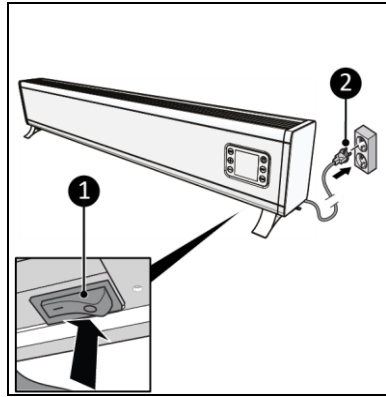

Abbildung 12
2. Stellen Sie sicher, dass sich der EIN/AUS-Schalter in der AUS-Position befindet (Abbildung 12, Pos. 1).
3. Stecken Sie den Netzstecker (Abbildung 12, Pos. 2) in eine leicht zugängliche geerdete Steckdose. Verwenden Sie eine geerdete Steckdose mit einer Mindestleistung von 2000 Watt.